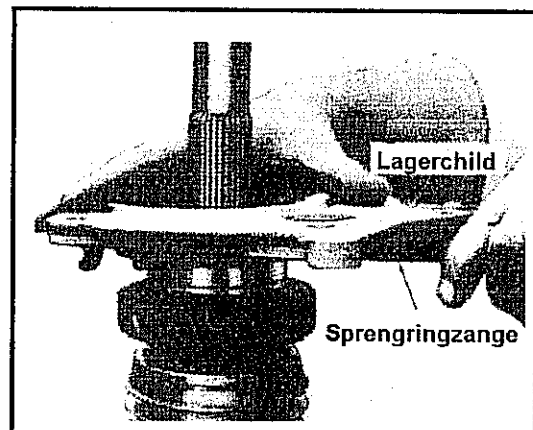

Abb. 11-16 Entfernen der Lageraufnahme/(Lagerschild hinten)
- Den Sprengring zur Befestigung des hinten angeordneten Lagers entfernen. Siehe Abb. 11-16.